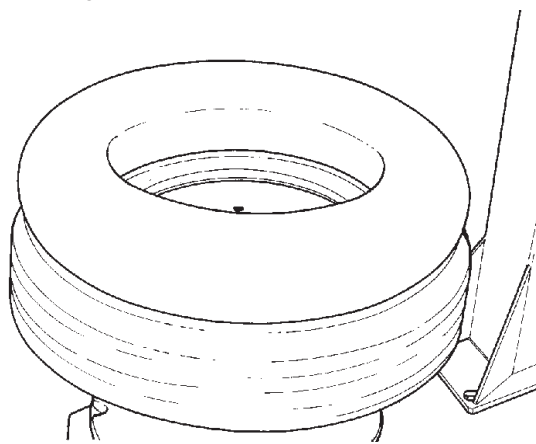

Fig. 5.1-1
B. Confirmer que la chambre est de la bonne taille pour le pneu à monter. (Fig. 5.1-1)